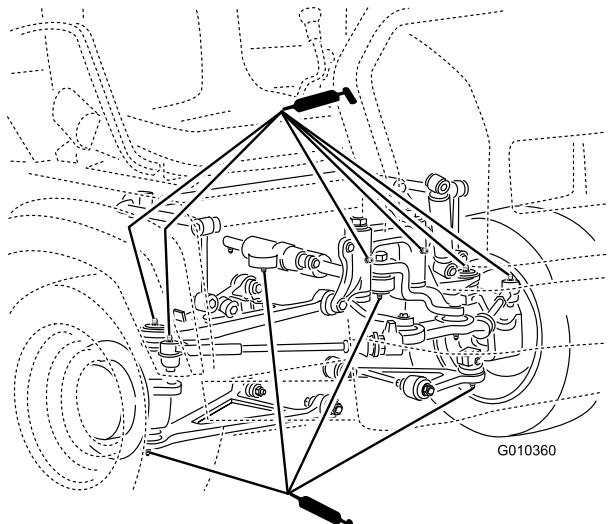

図38
- ボールジョイント4、タイロッド2、ピボットマウント2、ステアリングシリンダ2図38